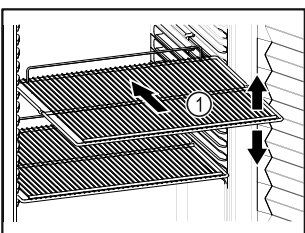

Fig. 59 Voorbeeld
- ❑ Als draagplateaus Fig. 59 (1) verstelbaar zijn, kunnen deze in de hoogte worden aangepast.